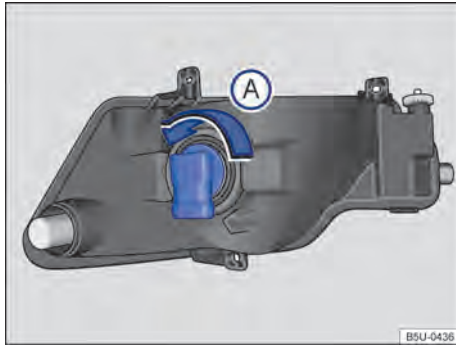

Fig. 110 Atrás do para-choque dianteiro: acesso à lâmpada incandescente do farol de neblina.
3. Girar o soquete da lâmpada → Fig. 110, no sentido anti-horário da seta , e desencaixá-lo do alojamento.